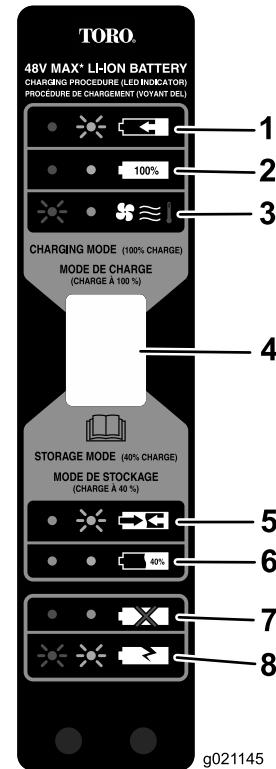

Bild 8
5. Siehe Bild 8 für eine Beschreibung der LED-Anzeigen auf dem Batterieladegerät.
Verwenden Sie die Einlagerungsbetriebsart (Bild 8), wenn die Batterie für einen Monat oder länger nicht verwendet wird.
4. Wenn die Batterie für die Einlagerung bereit ist (Bild 8, Punkt 6.), nehmen Sie die Batterie aus dem Ladegerät heraus.